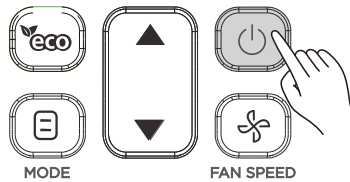

Figura 11
1. Presione  (vea la Figura 11) y el control remoto mostrará el icono  en su pantalla. La unidad interior comienza a funcionar;